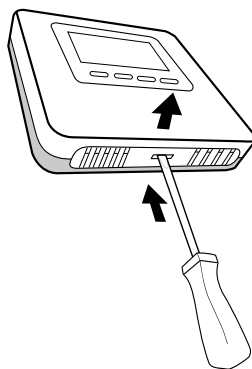

Fig. 11
- Separați baza de fixare a Senzorului de mediu exercitând o ușoară presiune pe limba din partea de jos (Fig. 11).